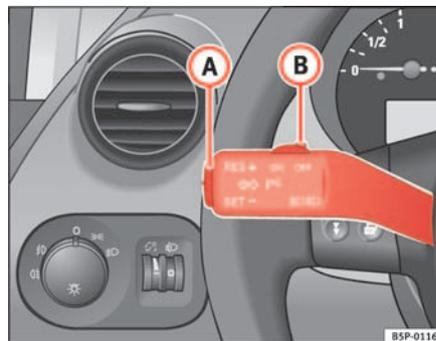

Fig. 142 Palanca de intermitentes y de luz de carretera: mando y tecla basculante para el regulador de velocidad
- Cuando se haya alcanzado la velocidad que se quiere programar, pulse brevemente la parte inferior de la tecla basculante **SET** ⇒ fig. 142 **A** una vez.